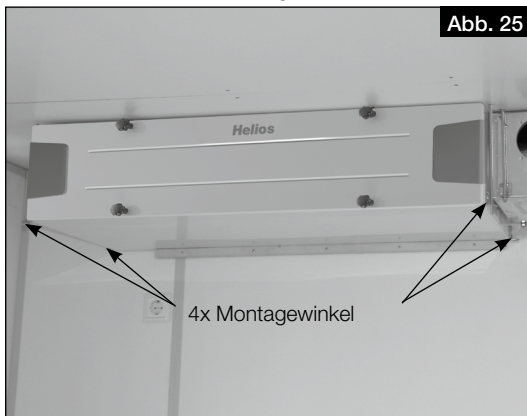
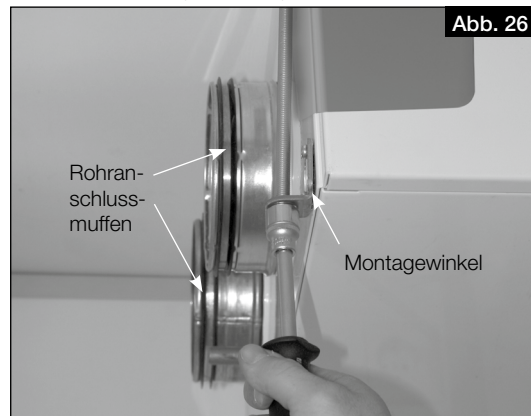

Abb. 25
Abb. 26
2. Montagewinkel mit Schwingungsdämpfern (4x; im Lieferumfang enthalten) mit Blechleitschrauben an den unteren Seitenwänden befestigen (s. Abb. 25 und Abb. 26).
3. Das Gerät bauseits mit langen M8-Gewindestäben an die Decke montieren (s. Abb. 26).